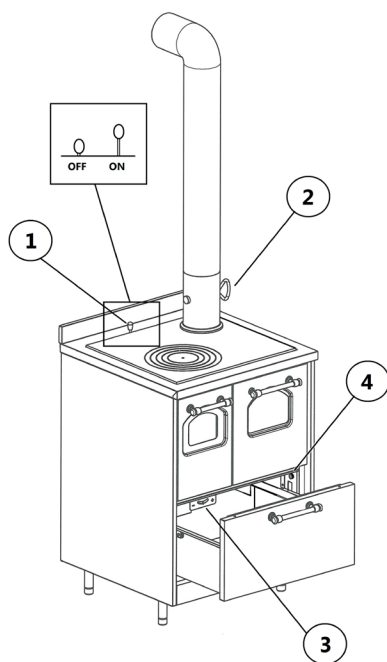
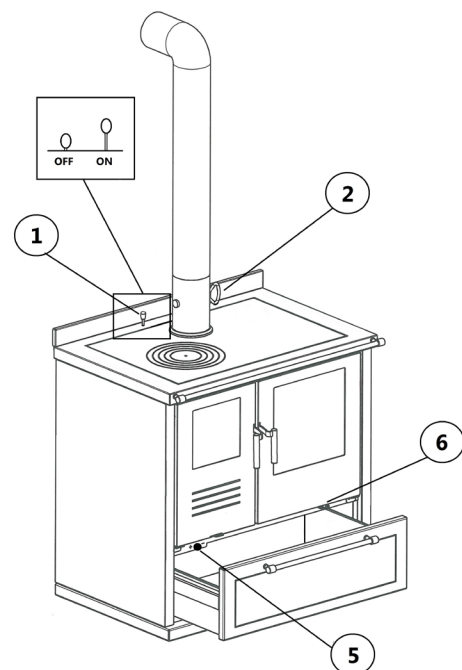

Fig. 13 - Esempio di stufa 1
Fig. 14 - Esempio di stufa 2
LEGENDA Fig. 13 a pag. 16 | Fig. 14 a pag. 16
- Aprire al massimo il registro di entrata dell'aria primaria, la valvola di avviamento (valvola presente solo nelle stufe provviste di forno) e il damper (vedi **Fig. 13 a pag. 16** e **Fig. 14 a pag. 16**).
minimo (vedi **Fig. 13 a pag. 16**), chiudere la valvola di avviamento e questo comporta il massimo rendimento (resa nominale) con il minor consumo di combustibile.
I modelli Master e Gemma (vedi **Fig. 14 a pag. 16**) sono dotati di un registro aria primaria con valvola automatica tramite una sonda, la quale apre e chiude automaticamente in base alla temperatura interna del focolare, quando il fuoco è vivo la valvola si chiude in modo tale da far passare meno aria. Perciò si consiglia una volta acceso il fuoco di tenere la valvola sul (-).
Se una volta chiusa la valvola avviamento, i fumi hanno difficoltà a fare il giro attorno al forno vi è una ulteriore valvola fumi sottoforno (vedi **Fig. 14 a pag. 16**), tirando la leva viene abbreviato il percorso dei fumi.
Alcuni modelli di stufe sono provvisti di ventilazione forzata con comando manuale: accendere e spegnere attraverso l'apposito interruttore (vedi **Fig. 13 a pag. 16**).